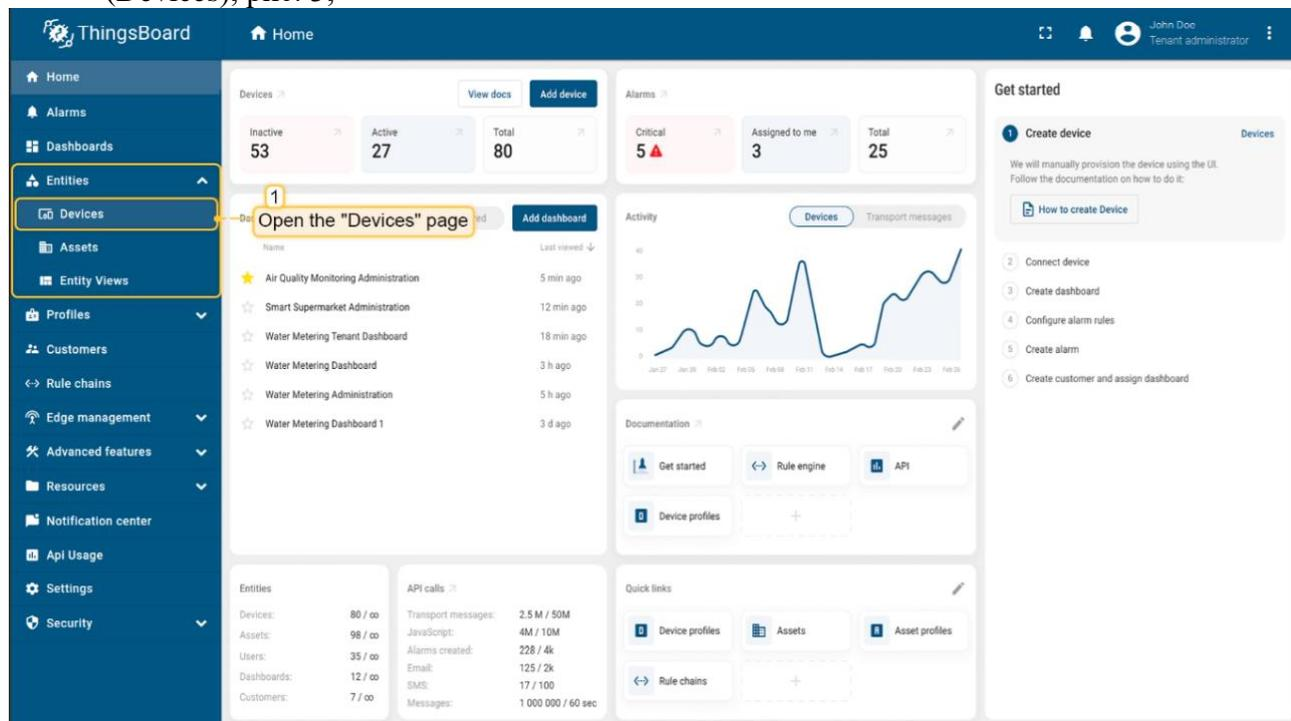

Рис. 3 Меню «Устройства»
- перейдите в раздел «Объекты» (Entities). Затем перейдите на страницу «Устройства» (Devices), рис. 3;